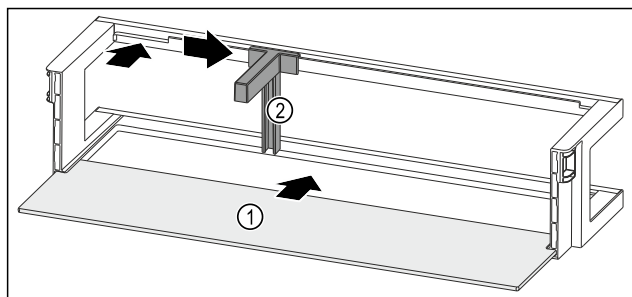

Fig. 131 Deurrek met draagplateau
- Draagplateau Fig. 131 (1) in de zijdelingse inkepingen schuiven.
- Flessenhouder Fig. 131 (2) in de uitsparing plaatsen.
- Flessenhouder Fig. 131 (2) in de gewenste positie opzij schuiven.